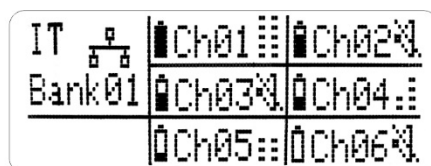
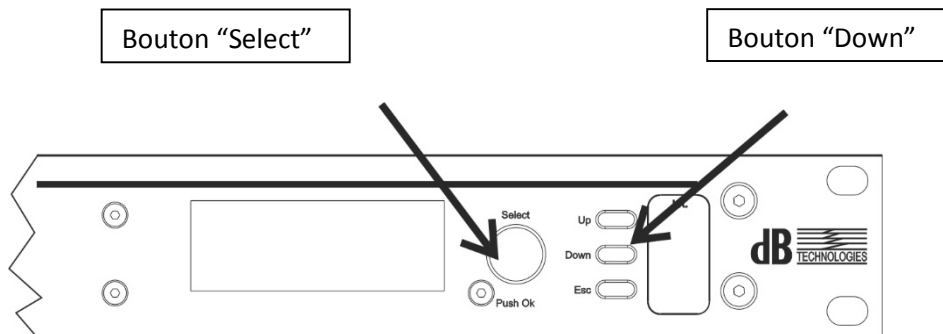
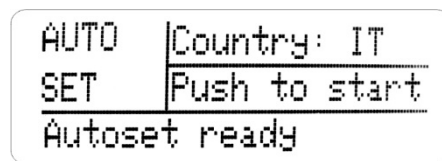

Fig. 4.1
Fig. 4.2
Fig. 4.3
- 4 Vérifier que l'afficheur du HUB800 est allumé sur la page-écran de la figure 4.1. Puis démarrer la procédure d'autosetup en appuyant d'abord sur la touche "Down", puis sur la manette "Select" comme illustré sur la fig 4.2. Sur l'afficheur, vérifier que la page-écran de la fig. 4.3 confirme la mise en route de la procédure. Pour de plus amples approfondissements, se référer au manuel du HUB800.